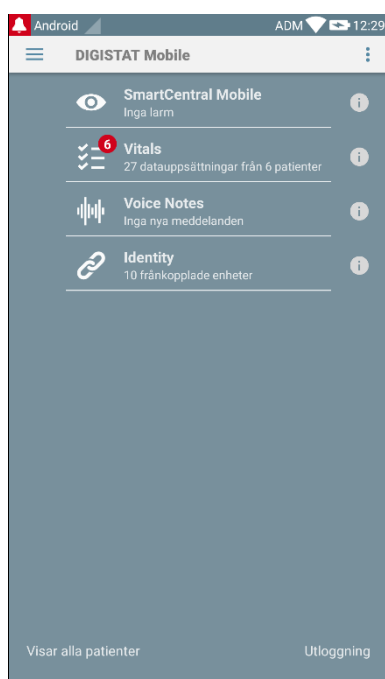

Fig. 76
- Tryck på motsvarande rad på den handhållna enhetens skärmbild (Fig. 76).